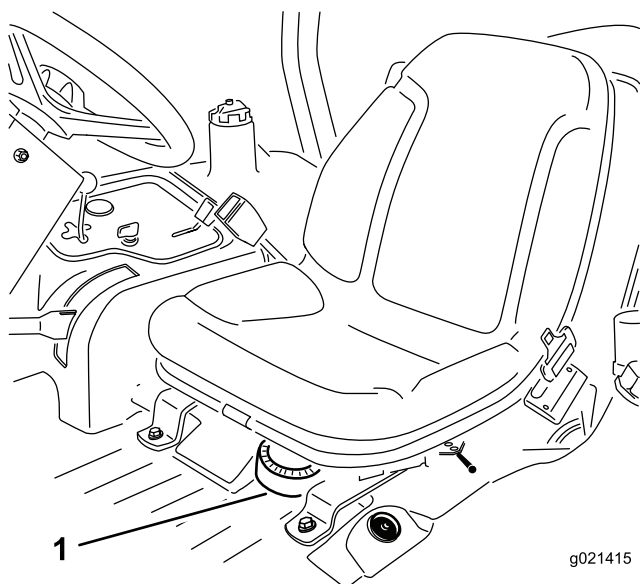

図 49
1. ポンプへのアクセスを確保するために車体から運転席を外す（図 49）。